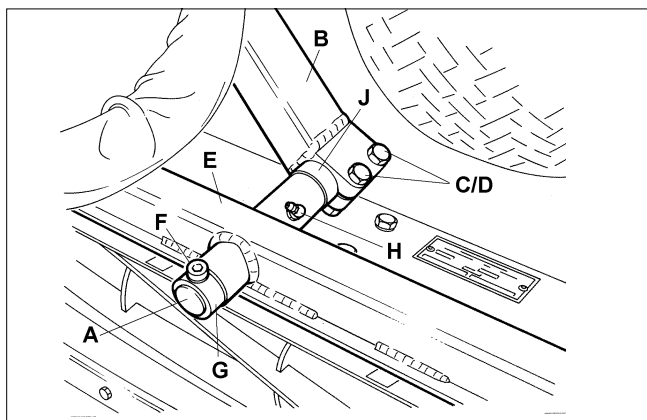

Fig.28
- Cutting unit pivots front (A Fig.28).
- (c) Perni delle unità di taglio anteriori (H Fig. 28)